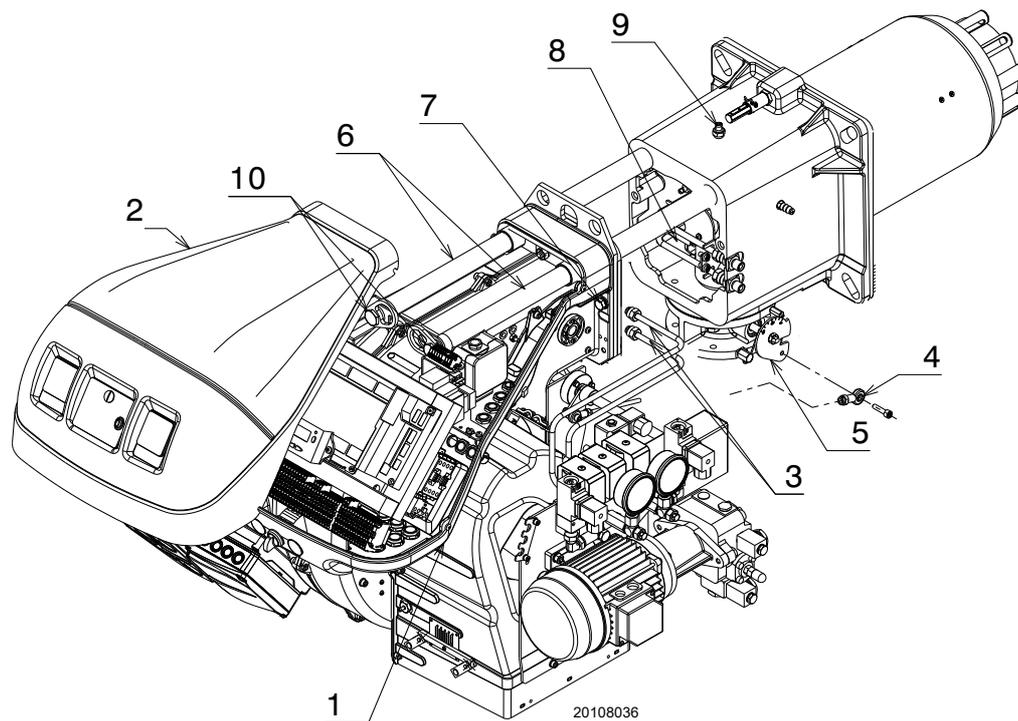

Fig. 61
- Desserrer les 4 vis 1)(Fig. 61) et déposer le capot 2).
- Démontez les deux rallonges des glissières 6)(Fig. 61).